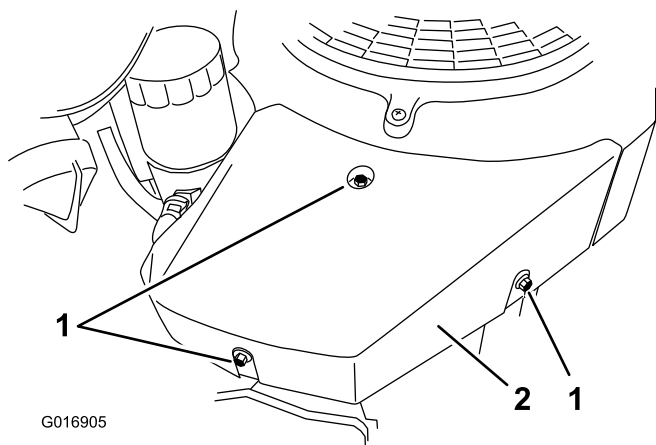

Figure 73
3. Déposez le carénage droit en retirant la vis de fixation supérieure et en desserrant les 2 vis latérales (Figure 73).